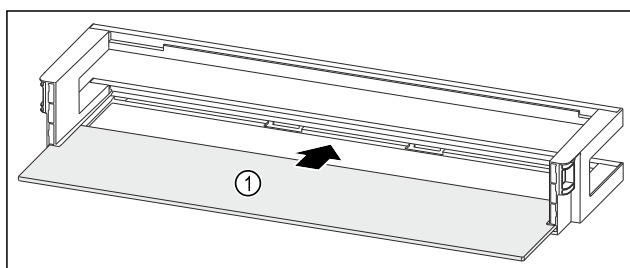

Fig. 150 Türabsteller mit Abstellfläche
- Abstellfläche Fig. 150 (1) in die seitlichen Aussparungen einstecken.